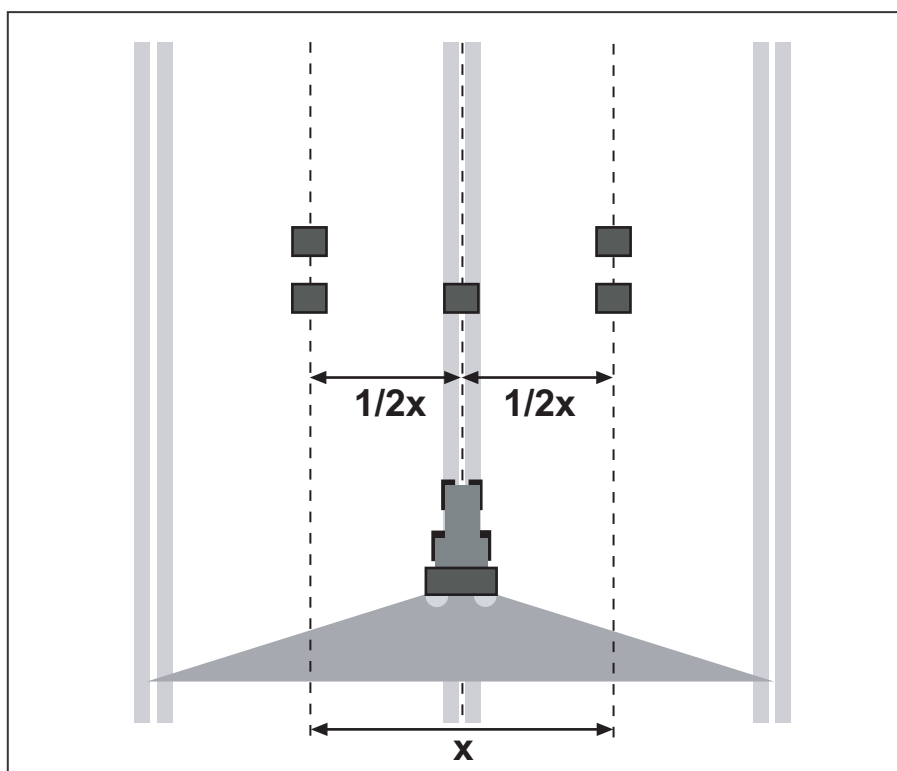

Рисунок 8.24: Расстановка для одного прохода
- Установите по два приемных поддона на расстоянии **1 м** друг за другом в зонах пересечений (между свободными колесами) и один приемный поддон в колее движения (в соответствии с Рисунок 8.24).